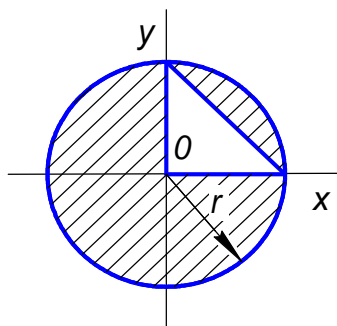

Рис.1.36
1.44. Определить координату x_C центра тяжести заштрихованной площади фигуры, если радиус $r = 2$ м (рис.1.36).